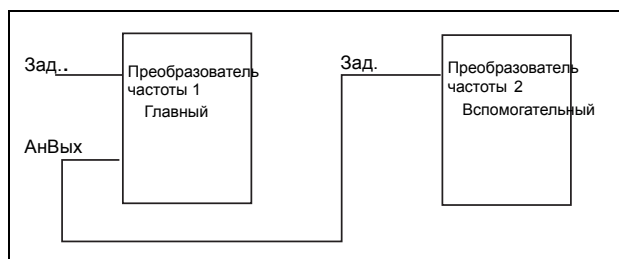

Рис. 96
- сигнала задания для следующего преобразователя частоты в конфигурации "вспомогательный/главный" (см. Рис. 96).